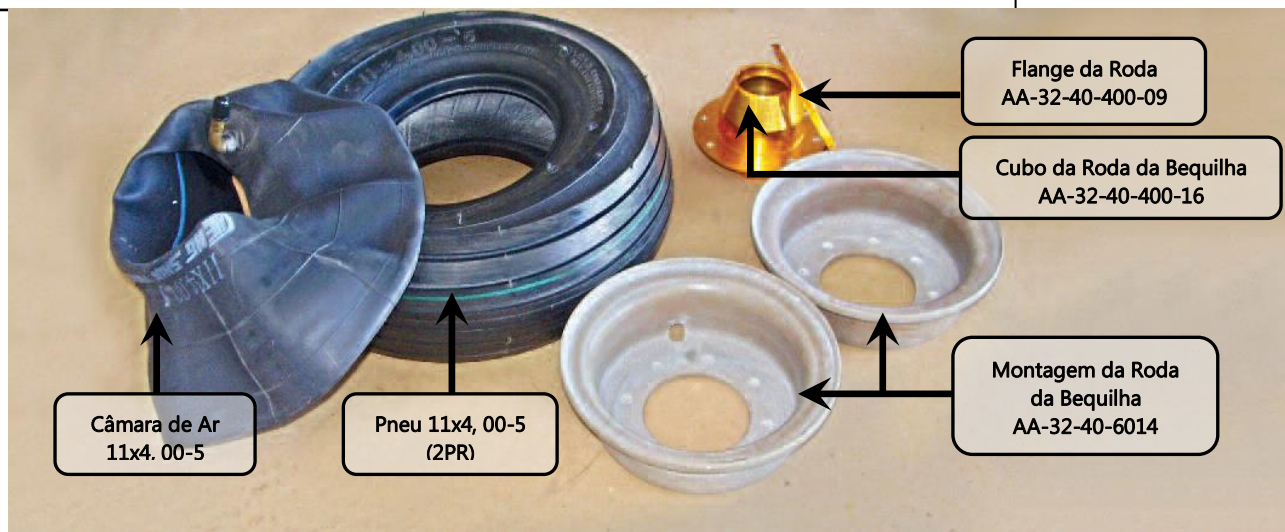
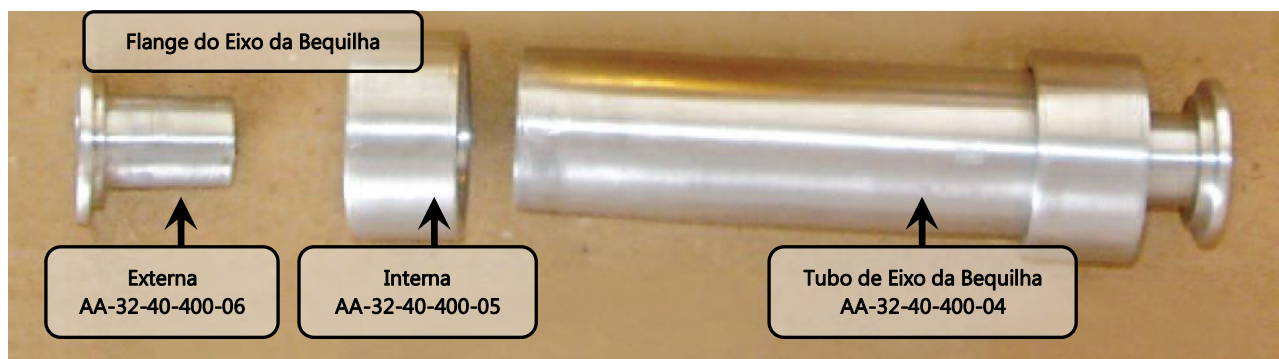

Figura 32.40.34 – Roda do trem de pouso dianteiro.
Figura 32.40.47 - Componentes internos da roda da bequilha.
A figura 32.40.34 e a figura 32.40.47 mostram as peças para a montagem das rodas do trem de pouso dianteiro.
13. Inflar o pneu a sua pressão normal, 40 psi; A figura 32.40.47 mostra os componentes que serão instalados no interior do cubo da roda da bequilha AA-32-40-400-16
14. Instalar eixo AA-32-40-400-12, ver figura 32.40.47, de modo que ele atravessasse o cubo;
15. Instalar, no eixo AA-32-40-400-04, a flange interna AA-32-40-400-05, conforme figura 32.40.47.
2. Assegurar-se que as buchas do eixo A estejam instaladas ao eixo AA-32-40-400-04, de ambos lados do conjunto da roda, conforme mostra a figura 32.40.48. As buchas e o eixo são mostrados na figura 32.40.47